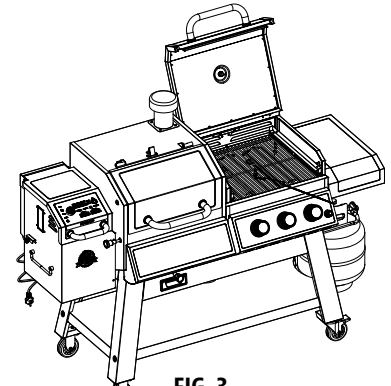

FIG. 3
8. Si el encendedor no enciende el quemador, use un fósforo encendido sujetado con la varilla de encendido (incluida con el asador) para encender los quemadores. Puede acceder a los quemadores a través de las parrillas y las placas caloríficas. Coloque el fósforo cerca de un lado del quemador (Fig. 3).